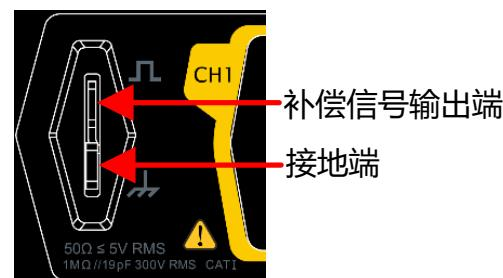

图 4.10 使用补偿信号
- 将探头的接地鳄鱼夹连接至 图 4.10 所示的“接地端”。
- 使用探头连接示波器的通道 1 (CH1) 输入端和 图 4.10 所示的“补偿信号输出端”。